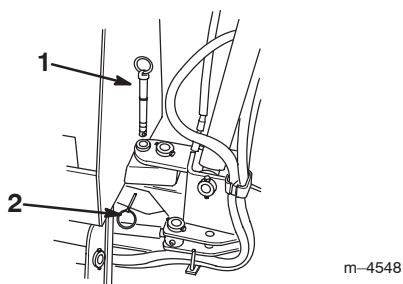

Abbildung 27
3. Den Ausleger mit den beiden zuvor entfernten Stiften sichern (Abb. 27 und 28).